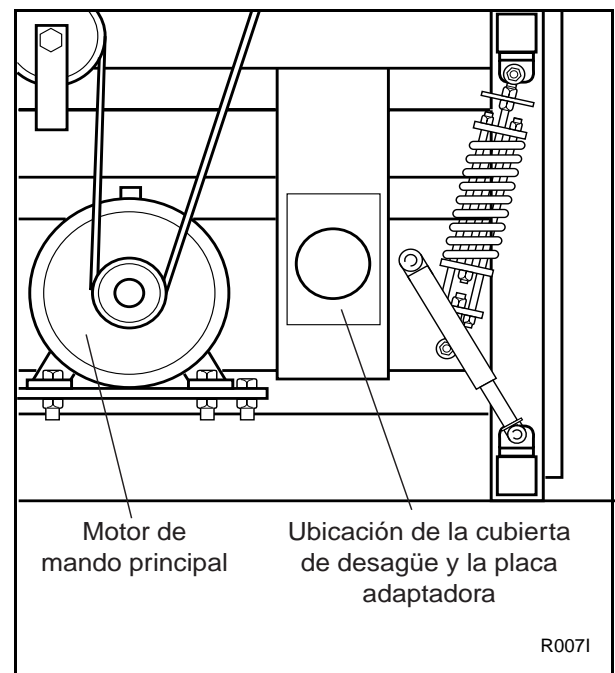

Figura 19
- a. Saque la placa de la cubierta de desagüe ubicada en la parte trasera lateral derecha de la lavadora extractora. Vea la Figura 19.
- c. Instale la placa adaptadora de desagüe incluida con el juego en lugar de la placa de cubierta de desagüe. Vea la Figura 19.